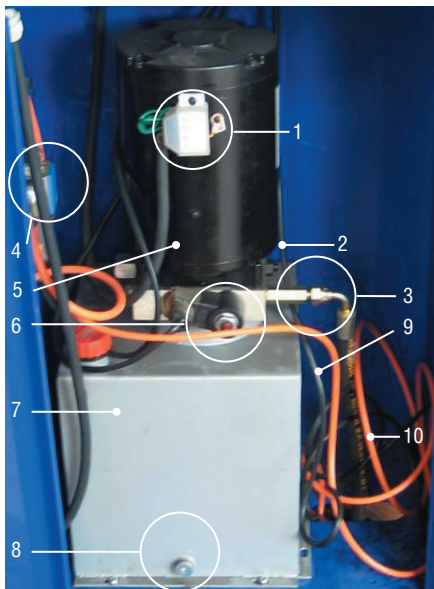

Рисунок 4 – Устройство блока управления
4. Залейте необходимое количество гидравлического масла в масляный бак (рис. 4). Количество масла определяется визуально, приблизительно 2 см от заливной горловины, минимум 4 см (но не более 15 литров).